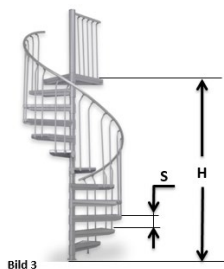

Bild 3
5. Geländerstäbe (16) mit dem Gewindestift befestigen.
6. Handlaufhalter (11) und Geländerstab (16) mit der Halbrundkopf-Schraube (12) verschrauben. (Bild 3)